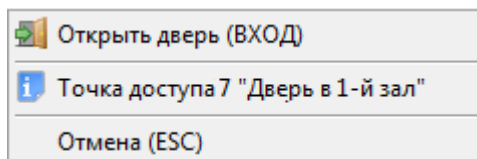

Рисунок 8-162 Контекстное меню для однонаправленной точки доступа с режимом работы "Вход"
- Предоставление доступа на вход (см. Рисунок 8-162) – для двунаправленной точки доступа, имеющей режим «Вход/Выход», или однонаправленной точки доступа, имеющей режим «Вход»;